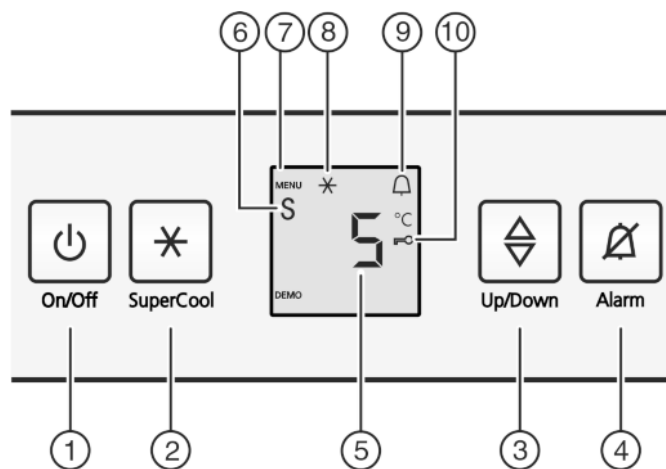

Fig. 2
- ▶ Aan/uit-toets *Fig. 2 (1)* indrukken.
- ▶ Instelmodus activeren: Druk de toets SuperCool *Fig. 2 (2)* ca. 5 s in.
- ▷ Het symbool Menu *Fig. 2 (7)* is verlicht.
- ▶ Met de insteltoets *Fig. 2 (3)* **c** kiezen.
- ▶ Druk kort op de toets SuperCool *Fig. 2 (2)* om te bevestigen. Als in de display **c1** wordt aangegeven:
- ▶ om de kinderbeveiliging in te schakelen, drukt u kort op de toets SuperCool *Fig. 2 (2)*.
- ▷ Het symbool kinderbeveiliging *Fig. 2 (10)* brandt. Op de display knippert **c**. Als in de display **c0** wordt aangegeven:
- ▶ om de kinderbeveiliging uit te schakelen, drukt u kort op de toets SuperCool *Fig. 2 (2)*.
- ▷ Het symbool kinderbeveiliging *Fig. 2 (10)* dooft. Op de display knippert **c**.
- ▶ Instelmodus deactiveren: toets On/Off *Fig. 2 (1)* indrukken.
- ▶ Toets Alarm *Fig. 2 (4)* indrukken.
- ▷ Het symbool Menu *Fig. 2 (7)* brandt.
- ▶ Om de sabbathmodusfunctie op te roepen: Druk kort op de toets SuperCool *Fig. 2 (2)*.
- ▶ **Voor het inschakelen** van de sabbathmodus de toets SuperCool *Fig. 2 (2)* kort indrukken.
- ▶ **Voor het uitschakelen** van de sabbathmodus de toets SuperCool *Fig. 2 (2)* kort indrukken.
- ▶ Instelmodus deactiveren: Druk op de toets On/Off *Fig. 2 (1)*.
- ▷ In de temperatuurweergave wordt het symbool Sabbathmodus *Fig. 2 (6)* weergegeven zolang de sabbathmodus actief is.
- ▶ Temperatuurfunctie oproepen: Druk de insteltoets Fig. 2 (3) in.
- ▶ Temperatuur in $1\text{ }^{\circ}\text{C}$ stappen wijzigen: Druk de insteltoets Fig. 2 (3) net zo vaak in, totdat de gewenste temperatuur op het temperatuuronbeeld oplicht.
- ▶ Toets SuperCool Fig. 2 (2) kort indrukken.
- ▷ Het symbool SuperCool Fig. 2 (8) is verlicht in de display.